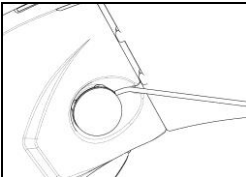

Fig. 16
- Colocar el micrófono específico para cascos integrales en el lugar correspondiente en la mentonera (Fig. 16).